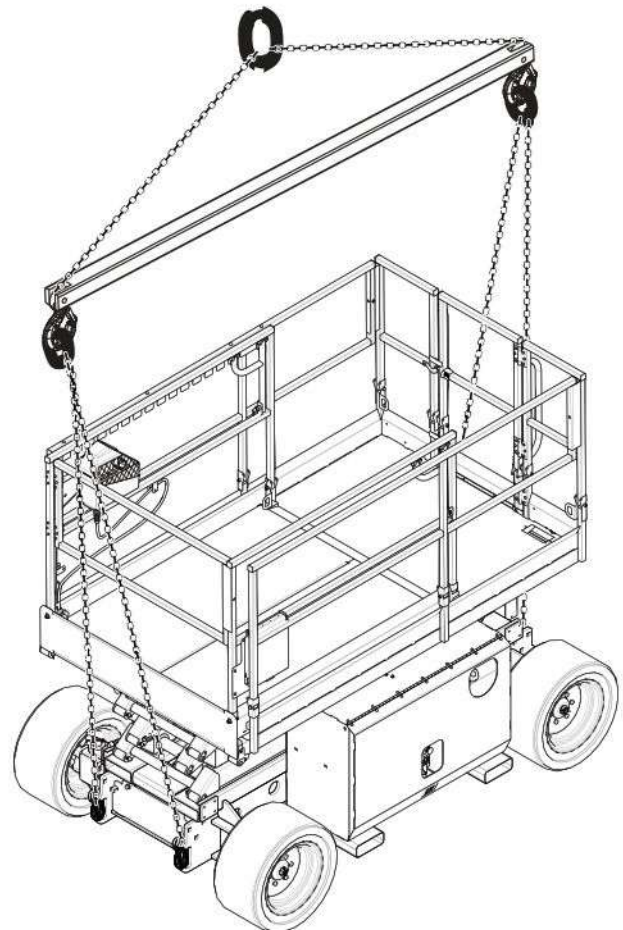

Figura 06 Método adecuado para la elevación
- Fije los elementos de anclaje/sujeción a los **cuatro puntos de elevación** ❶. Consulte la Figura 06.